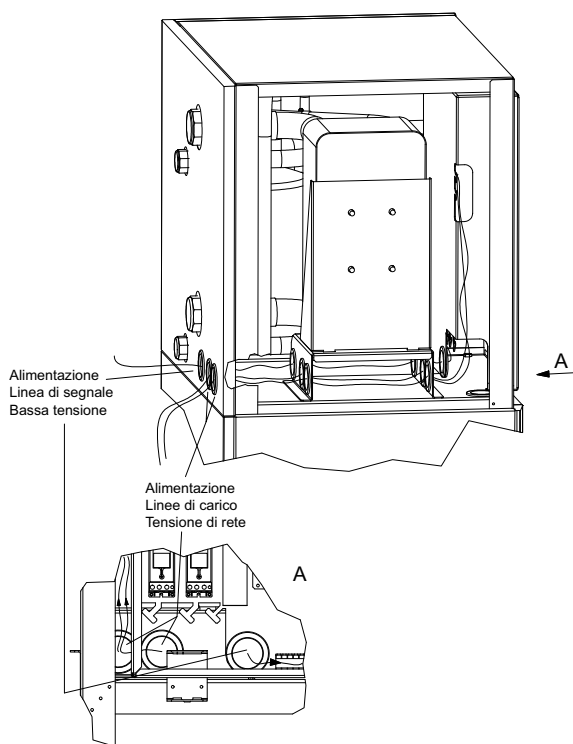

Fig. 7.4: Ingresso cavi quadro di comando
**Durante le operazioni di allacciamento del quadro di comando tenere conto che le linee di carico e le linee di segnale devono essere inserite separatamente nel quadro di comando. A questo proposito utilizzare gli appositi ingressi al quadro di comando (vedere Fig.7.4 on pag. 8).**